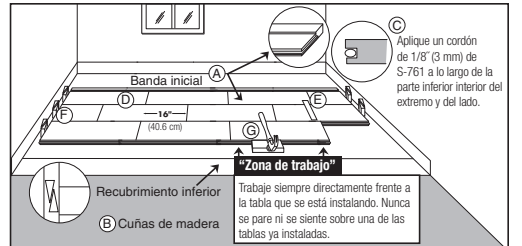

Figura 14
- Elija la primera tabla. Todas las instalaciones se deben iniciar con el lado de la ranura contra la pared utilizando las tablas más largas disponibles. Aplique un cordón continuo de pegamento de 1/8" (3 mm) en la parte interior e inferior de la ranura en el extremo de la tabla. No aplique pegamento del lado de la ranura en este momento (Ítem C, Figura 14). Los productos con la lengüeta extrema en la izquierda se deben instalar de derecha a izquierda, las lengüetas opuestas se deben instalar de izquierda a derecha. (Ítem D, Figura 14). Si se utilizó una tabla de sacrificio NO adhiera con pegamento la primera hilera a esta.
- Complete la primera hilera. Corte la última tabla dejando una separación de 1/2" (13 mm) entre la pared y el piso. (Utilice el extremo restante de la tabla cortada como una tabla de inicio para cualquier hilera después de la tercera hilera). Instale una cuña en el extremo de la tabla entre el revestimiento para piso de madera dura y la pared, dejando un espacio de expansión de 1/2" (13 mm). Evite la instalación en las primeras cuatro hileras de tablas que midan menos de 16" (40.6 cm). (Ítem F, Figura 14).
- Utilice una barra de tracción para empujar la última tabla desde el extremo opuesto. Instale cuñas en la separación y apriete (Ítem B, Figura 14).
- Corte o utilice una tabla más corta para la primera tabla de la segunda hilera. Comience la segunda hilera aplicando una gota de pegamento de 1/8" (3 mm) a lo largo de la parte interior e inferior de la ranura lateral y extrema de la nueva tabla. Instale la primera tabla de la hilera dos. Aplique una gota de pegamento en la parte interior e inferior de la ranura extrema y lateral de la tabla siguiente e instálela. Cuando esté instalando las tablas, utilice un bloque para golpear contra la lengüeta, no contra la ranura (Ítem G, Figura 14). Golpee las tablas para colocarlas en su lugar con un martillo en el bloque para golpear. NO golpee el borde directamente con el martillo. Complete la segunda hilera hasta la cuarta usando esta misma técnica. Inserte cuñas en los extremos según sea necesario para restringir el movimiento del piso.